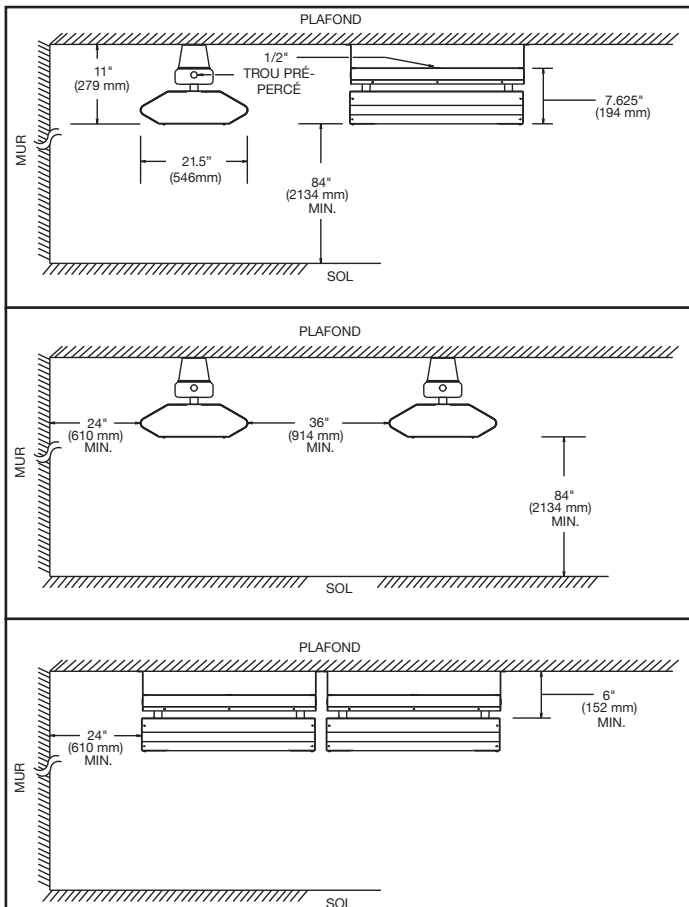

Figure 1
- Vous devez respecter les distances minimum indiquées sur la Figure 1. Maintenez les substances combustibles comme les cartons, les caisses, etc., loin du radiateur.
**Limitations de montage :** Référez-vous à la figure 1 pour les limitations de montage. Observez les dimensions minimum par rapport au plafond, aux murs, au sol, et aux matériaux combustibles.